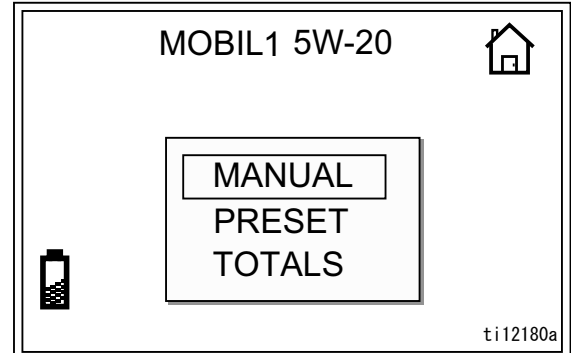

図 20
1. ホーム画面から、上または下矢印を使用して、手動を選択します (図 20)。